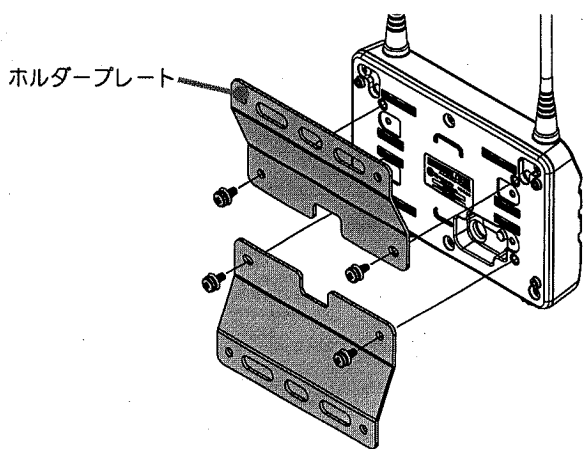

図1
- ① 中継器の背面に2つのホルダープレートが付属のネジ（ナベコネジ HSM5×10SUS）で取り付ける（図1参照）